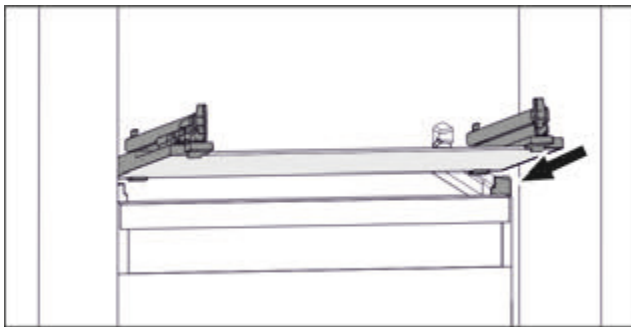

Fig. 107 Приблизне відображення скляної пластини
- ▶ Встановити скляну пластину за стопорами навкоси. (див. Fig. 107)